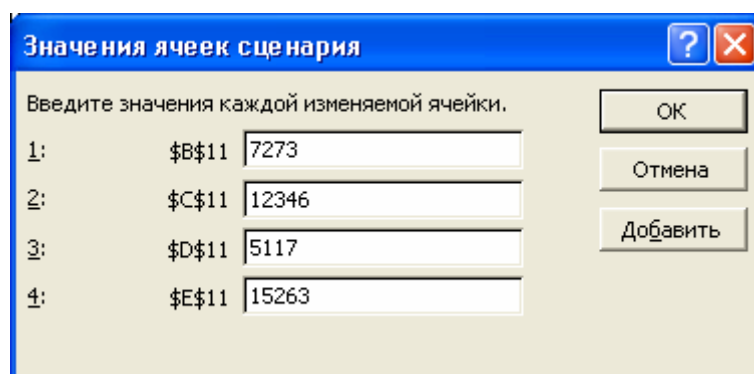

Рис.28. Диалоговое окно Значения ячеек сценария
- Появится диалоговое окно **Значения ячеек сценария** (Scenario Values) (рис.28.). Здесь можно изменить значения выбранных ячеек (эти значения будут сохранены в сценарии).